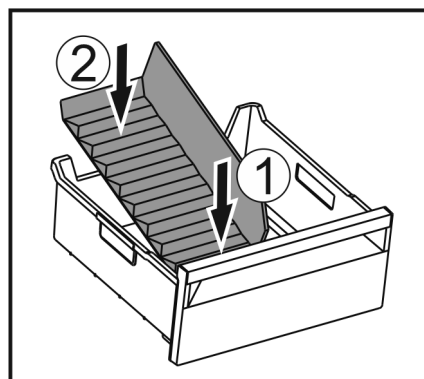

Fig. 133
- Installer la partie avant du séparateur de congélateur. Fig. 133 (1)
- Abaisser la partie arrière du séparateur de congélateur jusqu'au fond du tiroir. Fig. 133 (2)